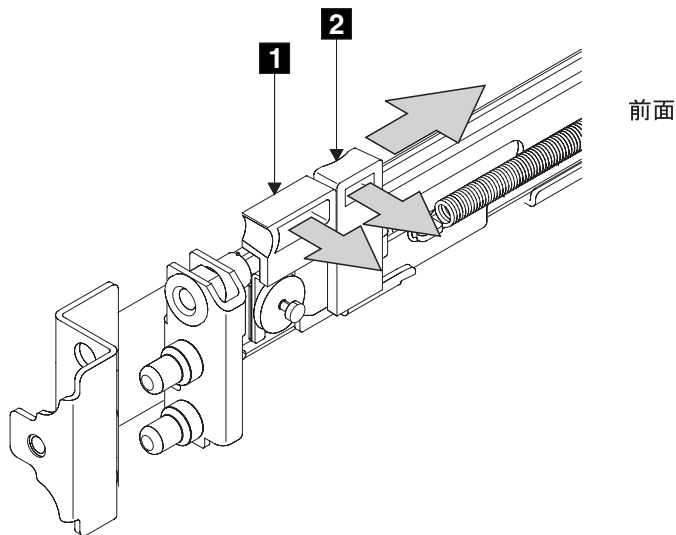

図 28. 前面のラッチ・ロック・キャリア・アセンブリーのオープン
5. ラッチ・レバー **1** をレールの終端の方向に動かしながら、ラッチ・ロック **2** (図 28) を静かにレールから離れるように押し出す。ラッチ・ロック・キャリア・アセンブリーは、スプリングのテンションに対抗しながらスライドします。